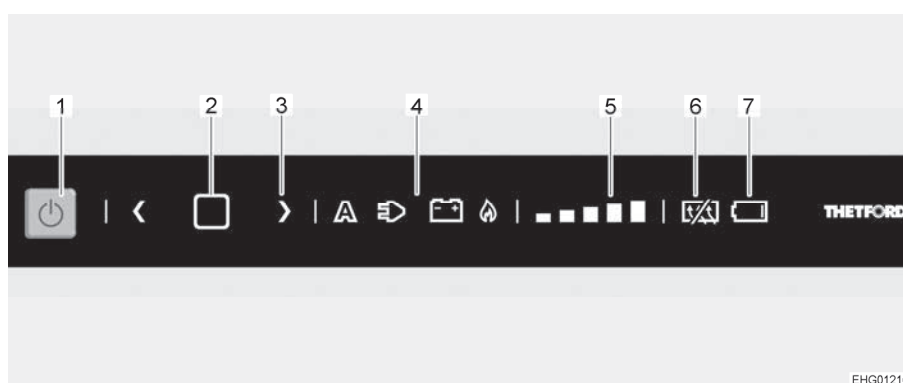

Fig. 186 Quadro comandi LED
- Premere il tasto On/Off (Fig. 186,1) per 1 secondo. Il tasto si illumina di blu. L'ultima impostazione selezionata si illumina.
- Premere per 2 secondi il tasto di conferma (Fig. 186,2) finché il simbolo della fonte di energia (Fig. 186,4) non inizia a lampeggiare.
- Selezionare la fonte di energia desiderata premendo un tasto freccia (Fig. 186,3).
- Premere il tasto di conferma (Fig. 186,2) per confermare la selezione.
- Premere nuovamente il tasto di conferma (Fig. 186,2). L'indicatore del livello di refrigerazione (Fig. 186,5) inizia a lampeggiare.
- Selezionare il livello di refrigerazione desiderato premendo un tasto freccia (Fig. 186,3).
- Premere il tasto On/Off (Fig. 186,1) per ca. 2 secondi. Tutte le spie si spengono. Il frigorifero è spento.